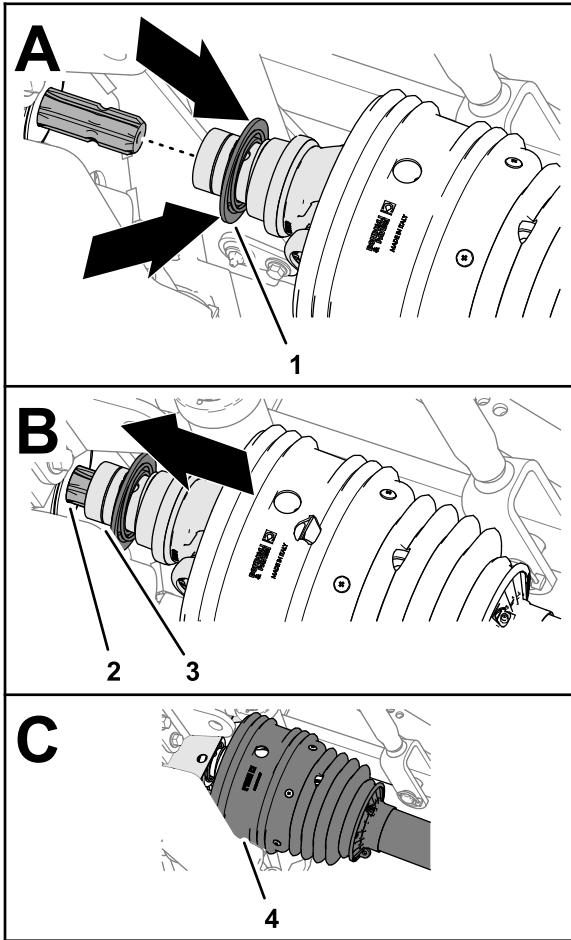

Рисунок 31
- Оттяните назад запорное кольцо быстроразъемного соединителя (Рисунок 31).
- Оттягивая назад запорное кольцо, потяните вилку приводного вала механизма отбора мощности вперед и наденьте гнездо соединителя на шлицы выходного вала механизма отбора мощности (Рисунок 31).
- Убедитесь в том, что кожух расположен поверх вилки приводного вала (Рисунок 31).